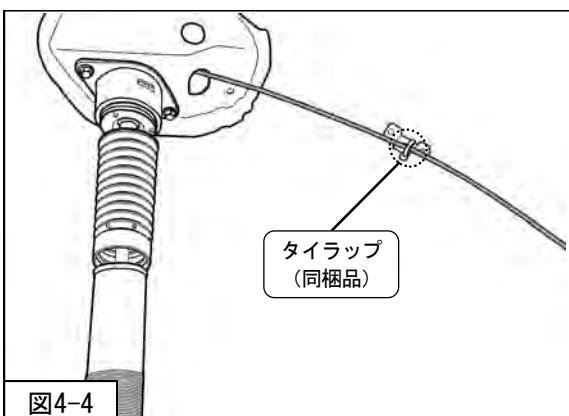

図4-4
6. タイラップ（同梱品）を使用して減衰力調整ケーブルを車体に固定してください。（図4-4）